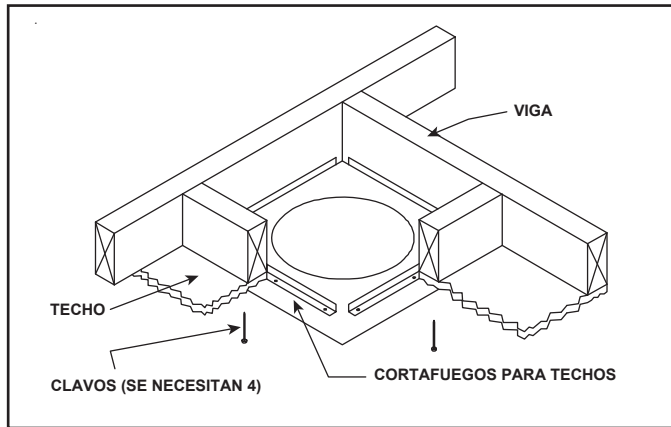

Figura 10.12 Cortafuegos para techo (lado del techo)
- Aplique masilla en el perímetro del tapajuntas en hace contacto con el tejado. Consulte la Figura 10.12.